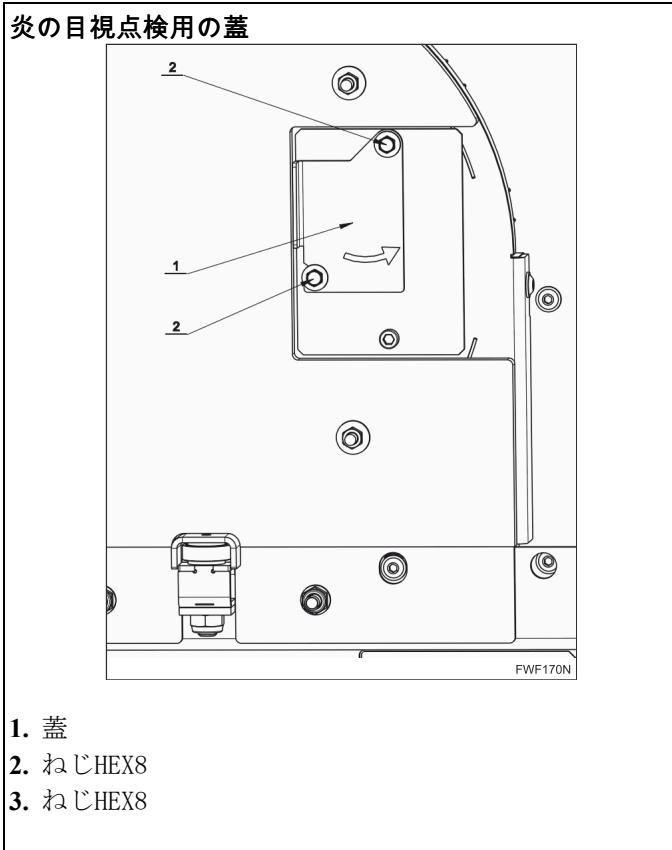
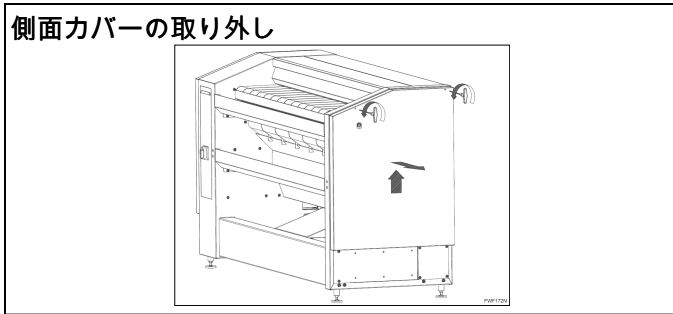

図 22
図 24
- ・ ヒーターの右正面 - (図 22) - 炎の短期的な目視点検用の蓋があります。
- ・ 右カバーを分解し (図 24) HEX8ネジ2本 (2) を緩めた後、蓋 (1) 図 22を傾けることができます。
- ・ 本機の運転を開始する前に、両サイドのカバーを取り外します。図 24を参照してください。